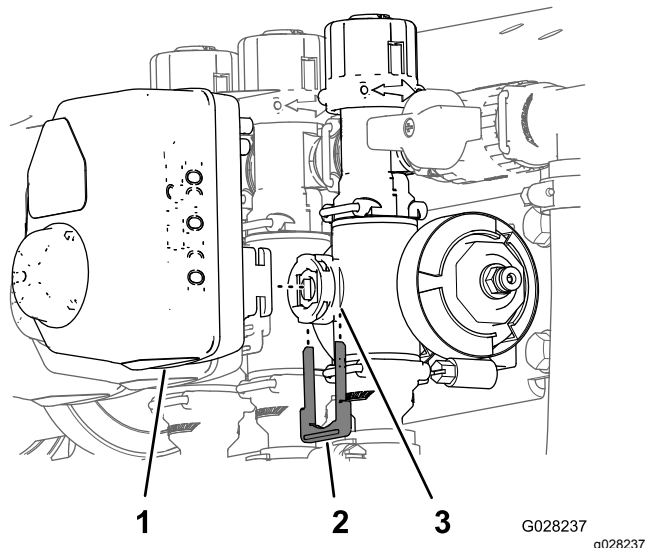

Bild 61
3. Entfernen Sie den Halter, mit dem der Aktuator am Verteilterventil für das Ventil für die Dosierungssteuerung, den Hauptausleger oder den Auslegerabschnitt befestigt ist (Bild 61).